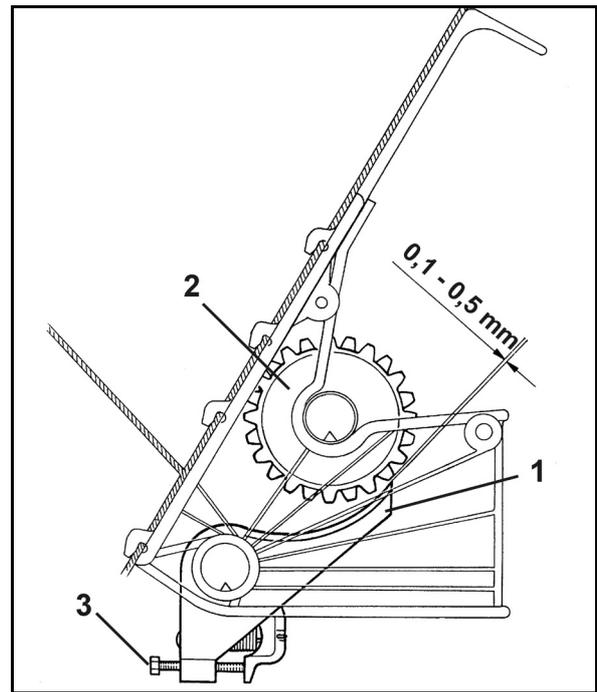

Fig. 35
3. Vérifiez si les clapets de fond (Fig. 35/1) fonctionnent aisément.
4. Vérifiez si l'écartement prescrit de 0,1 mm à 0,5 mm entre le clapet de fond (Fig. 35/1) et la roue distributrice (Fig. 35/2) est bien respecté dans chaque carter de distribution. En même temps faites tourner manuellement la roue distributrice sur son arbre.
5. En cas d'écart, agissez sur la vis de tension du ressort (Fig. 35/3) pour régler la distance prescrite.